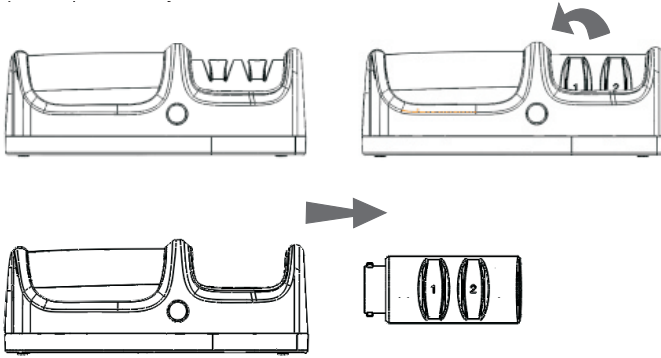

Abbildung 1
Grobschleifen: Geeignet für den Schleifen von stumpfen Messer. Führen Sie das Messer jeweilig in die linken und rechten Schärfschlitz der ersten Stufe für Schleifen ein und schleifen Sie das Messer mit konstanter Geschwindigkeit entlang des Bogen der Klinge von Anfang bis Spitze (Metallmesser 4 ~ 8 Sekunden, Keramikmesser 6 ~ 10 Sekunden). (wie Abbildung 1)
► Demontierung (Abbildung 1)